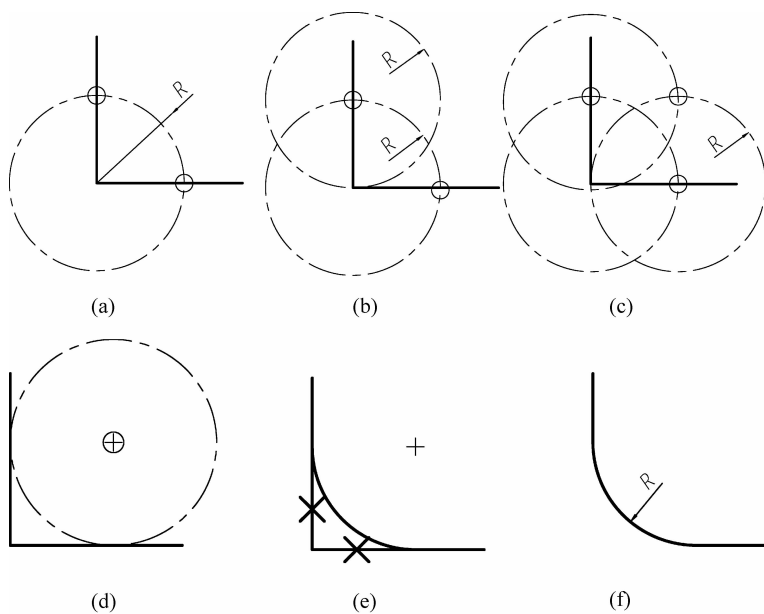

图 3-1 两垂直相交直线圆弧连接
- (1) 求切点。以两直线的交点为圆心,以圆弧半径为半径作圆,相交于两直线。
- (2) 求圆心。分别以两交点为圆心,以圆弧半径为半径作圆,两圆交点为连接圆弧的圆心。
- (3) 圆弧连接。以圆心为圆心,以圆弧半径为半径作圆,删除多余部分,完成两直线圆弧连接,如图 3-1 所示。